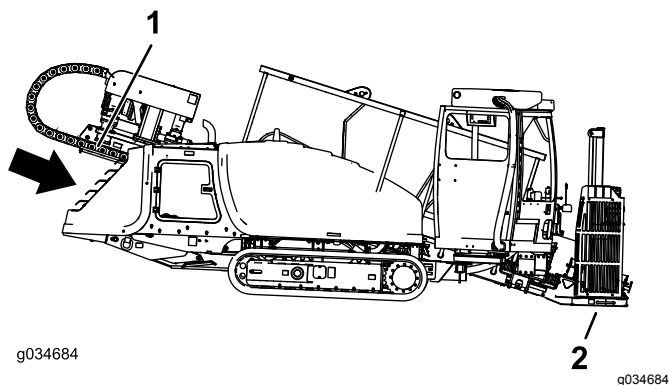

Figura 45
4. Abaixe a lança, inclinando-a até a placa entrar em contato com o solo (Figura 45).